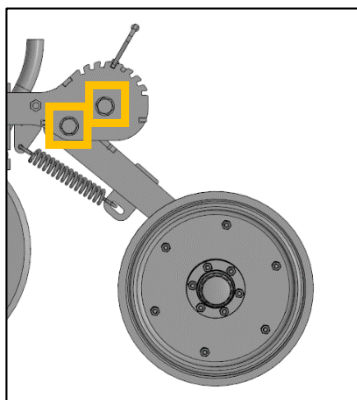

Рисунок 74 – Втулки оси качения укрывающих колёс и ось рычага фиксатора
13. Обильно смазать машинным маслом втулки и механизмы укрывающих колёс, рис. 74.